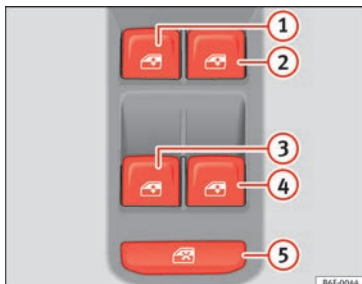

Fig. 145 Detalle de la puerta del conductor: mandos para las ventanillas delanteras y traseras.
Mediante el mando de seguridad » **fig. 145** de la puerta del conductor puede desactivar las teclas de los elevavinas de las puertas traseras.
Las teclas » fig. 145 ①, ②, ③ y ④ tienen dos posiciones para la apertura de las ventanillas y otras dos para el cierre. De este modo es más fácil controlar las operaciones de apertura y cierre.